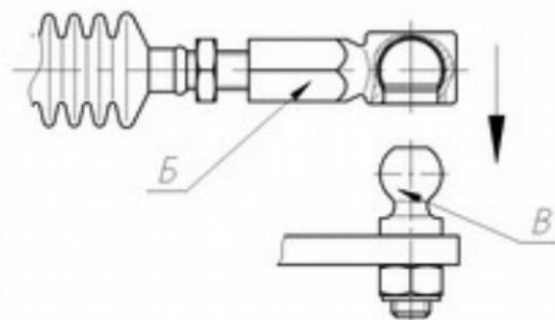

Рис. 18
1.4.6	После регулировки наконечник Б соединить со сферическим пальцем В до характерного щелчка. (Рис. 18). Допускается применение сжимающего инструмента, например, клещей с гладкими губками.